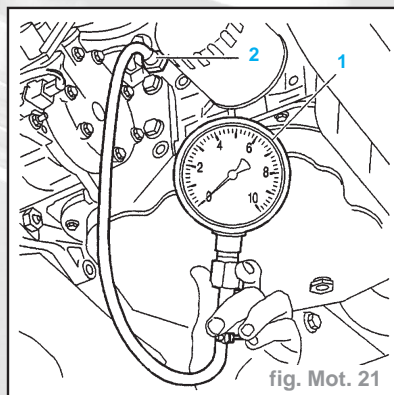

fig. Mot. 21
- Monter le raccord (2) (7001-T) (fig. Mot. 21).
- Brancher le manomètre (1) et son flexible sur le raccord (2).